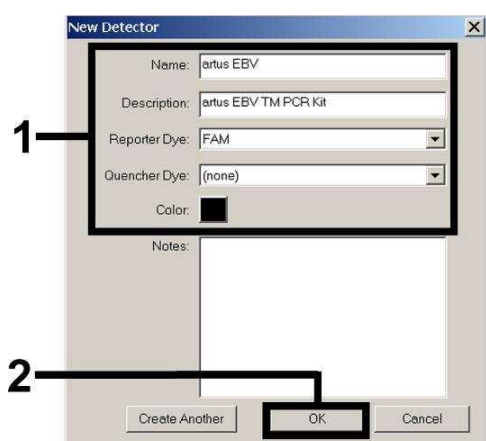
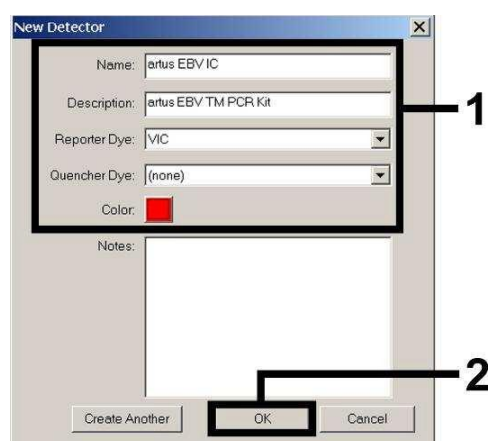
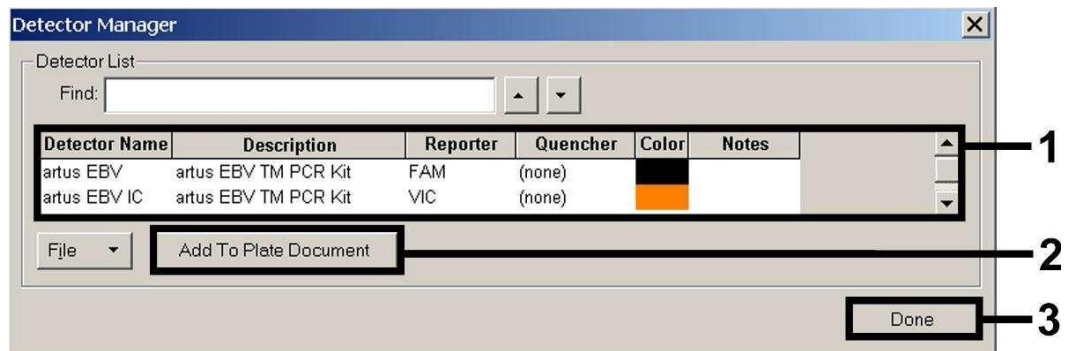

Fig. 4: Udarbejdelse af den EBV-specifikke detektor (*Detector Manager*).
Fig. 5: Udarbejdelse af den *Interne Kontrol*-specifikke detektor (*Detector Manager*).
Fig. 6: Valg af detektorer (*Detector Manager*).
Definér i vinduet, som nu kommer frem, reporter/quencher-kombinationen **FAM/none** (tilsvarende Fig. 4 og Fig. 5) for at påvise EBV-DNA. Vælg til detektion af den *Interne Kontrol*, kombinationen **VIC/none**. Ved bekræftelsen af indtastningerne (OK) vender De tilbage til *Detector Manager*. Markér de netop oprettede detektorer og transferer hvert udvalg, ved at klikke på optionen *Add to Plate Document*, til *Well Inspector* (se Fig. 6). Luk vinduet (*Done*).